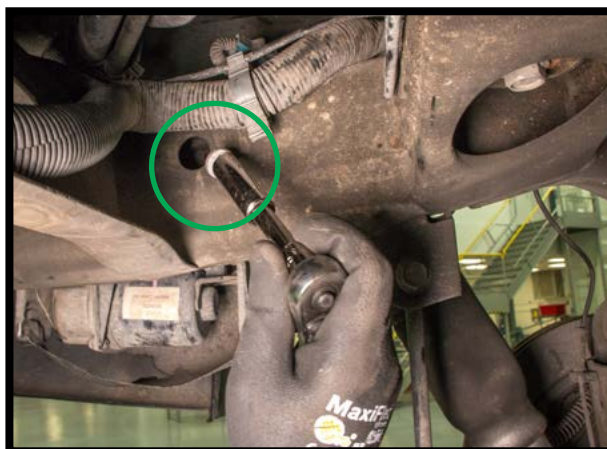

FIGURA 8
9. INDIVIDUARE E SVITARE IL DADO DI FISSAGGIO DALL'INTERNO DELLA TRAVERSA DEL TELAIIO. (FIGURA 8)